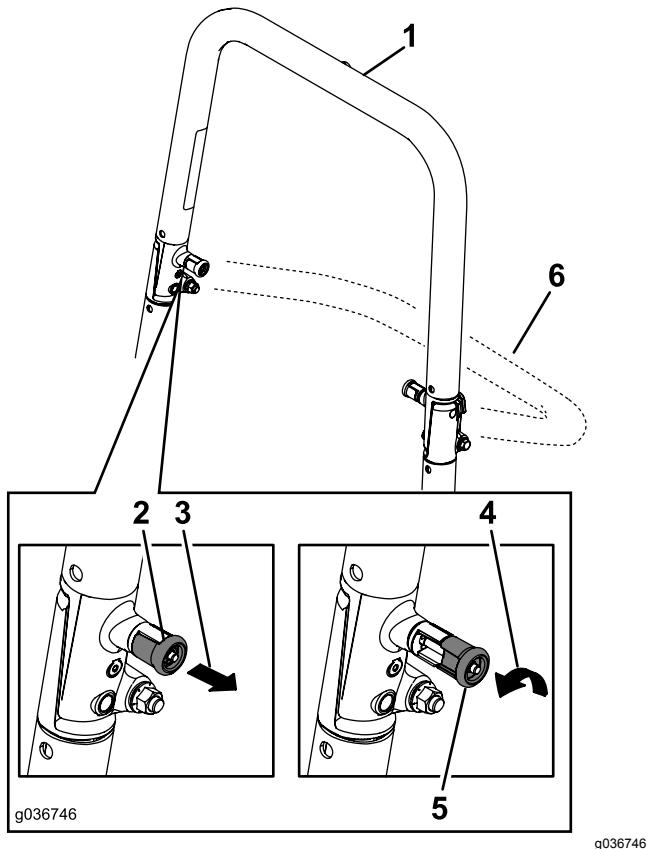

Figura 9
2. Tirate entrambe le manopole e ruotatele di 90 gradi in modo che non siano innestate (Figura 9).
3. Abbassate il roll bar (Figura 9).
4. Per sollevare il roll bar, portatelo in posizione operativa e ruotate le manopole in modo che si spostino parzialmente nelle scanalature (Figura 9).
5. Sollevate completamente il roll bar premendo contemporaneamente la parte superiore del roll bar in modo che i perni scattino in posizione non appena saranno allineati ai fori (Figura 9).